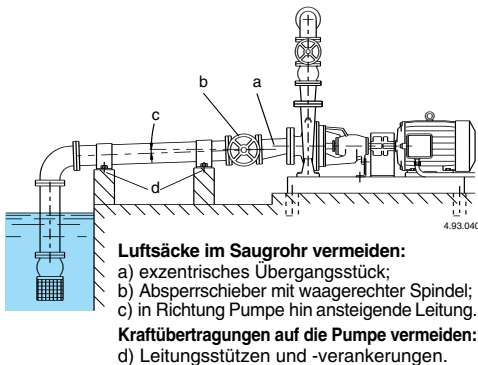

Abb. 4 Anschluß der Rohrleitungen.
Ein eventueller Absperrschieber in der Saugleitung muß mit der Spindel in waagerechter Position montiert werden. Für die Verbindung von Saugöffnung und einem waagerechten Rohr mit größerem Durchmesser ist ein exzentrisches Übergangsstück zu verwenden (**Abb. 4**).
**Die Pumpe darf nicht als Stützpunkt für die Leitungen verwendet werden.** Die Leitungen müssen auf eigenen Stützen verankert sein (s. **Abb. 4**). Die Leitungen müssen angepaßt werden, wenn sie nicht exakt mit den Pumpenöffnungen ausgerichtet sind, um keine Spannungen auf die Pumpe zu übertragen. Kompensatoren (flexible Expansionskupplungen) sind ggfs. korrekt zu verlegen, um Ausdehnungen und Vibrationen zu absorbieren.